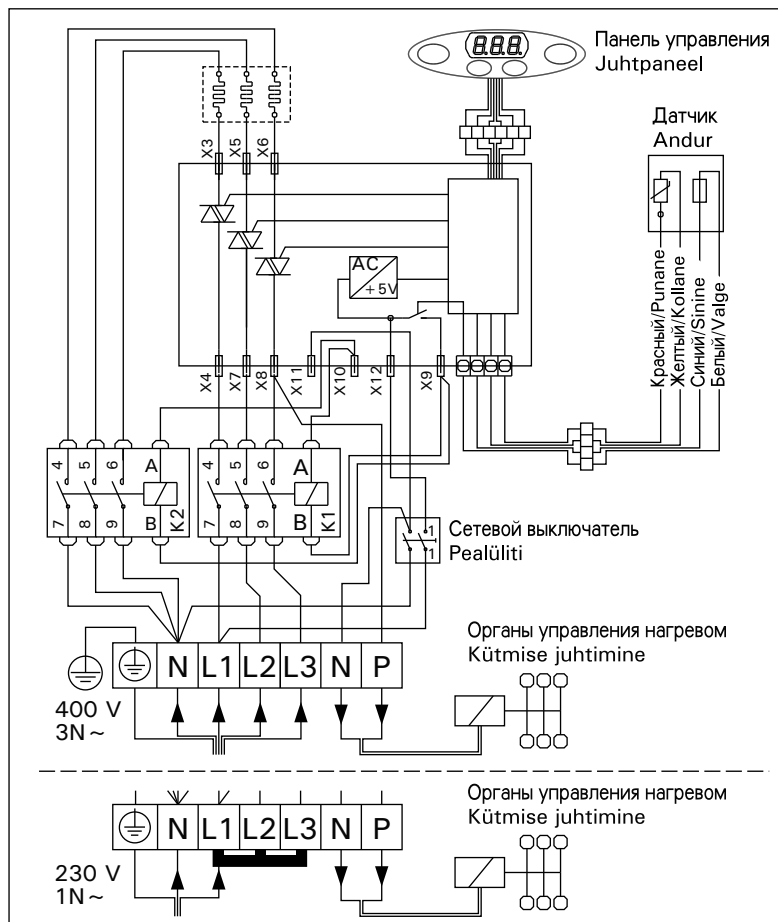

Рисунок 8. Подключение камней PI
- Кроме разъемов питания каменки PI оснащены также разъемом (P), который делает возможным управление электрическим нагревом (см. рис. 8). Кабель управления электро-отоплением подводят прямо к розетке каменки и дальше с помощью